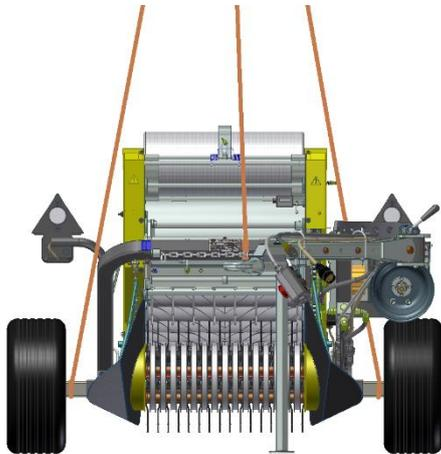

Fig. 16 Imbragatura per sollevamento
- I punti di imbragatura per il sollevamento consigliati sono sul telaio in prossimità delle ruote e in prossimità della targhetta identificativa (Fig. 16).
La macchina può essere configurata per lavorare a differenti altezze rispetto al terreno. Per fare ciò è possibile montare i gruppi ruota in quattro modi differenti. Il montaggio dei gruppi ruota richiede il sollevamento della macchina (vedere § 4.1 Fig. 16). Dopo aver sollevato la macchina, allentare le viti indicate in Fig. 19 e sfilare il gruppo ruota. Orientare il tubo del gruppo ruota secondo la configurazione desiderata (Fig. 20, Fig. 21, Fig. 22 e Fig. 23) in sono mostrate le quattro configurazioni possibili). Serrare le viti prima di appoggiare la macchina a terra.